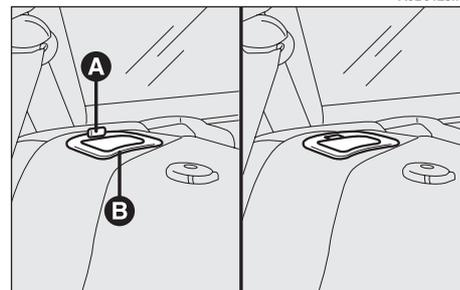

fig. 42
Il corretto aggancio dello schienale è garantito quando il pulsante (A-fig. 42) posto vicino a ciascuna maniglia (B), è rientrato nella maniglia stessa.